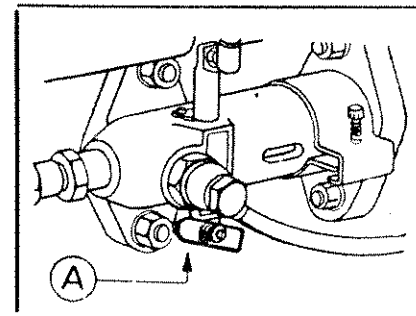

Fig. 9
1. — Ruotare la levetta del limitatore combustibile 25) (allo scopo di aumentare la portata della pompa iniezione all'atto dell'avviamento) nella posizione A) indicata nella Fig. 9.